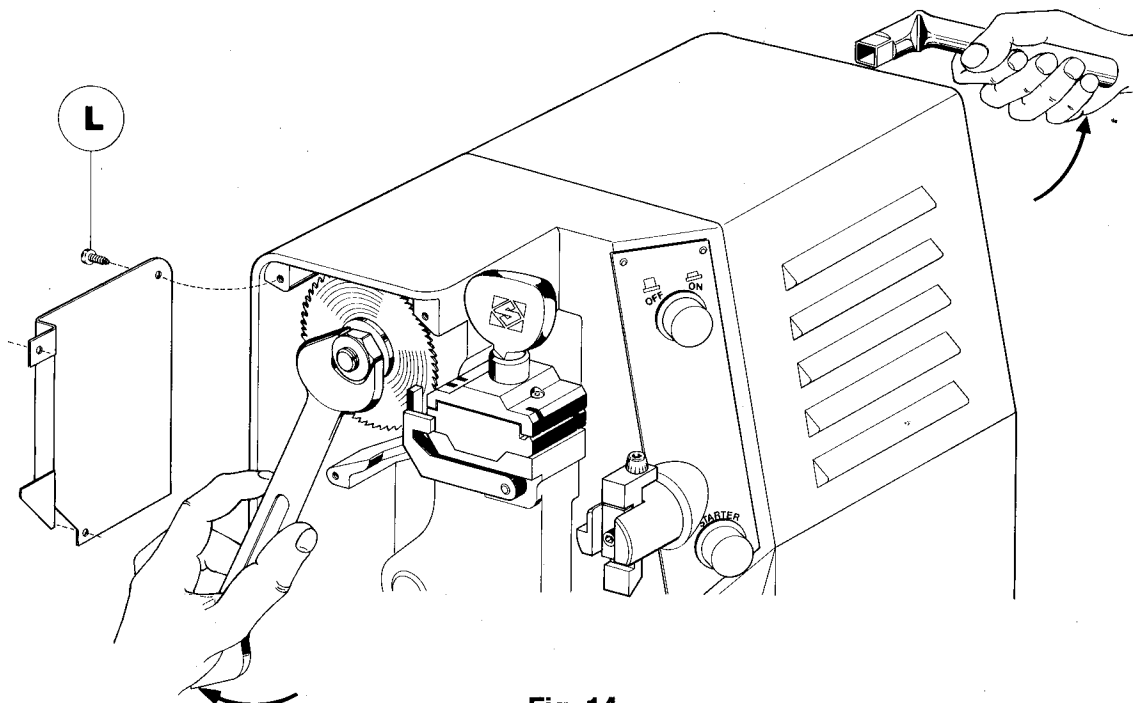

Fig. 14
Togliere le tre viti (L) (fig. 14) per rimuovere il carter fresa. Inserire nell'impasta dell'albero sul retro della macchina la chiave quadra (Cod. D301415ZZ) e con la chiave (Cod. D300783ZZ) svitare il dado che blocca la fresa.
Remove the three screws (L) (fig. 14) which hold the cutter's protective cover. Place the special wrench into the shaft housing on the back of the machine and use the spanner (code D300783ZZ) unscrew the nut, that lock the cutter.
Enlever les trois vis (L) (fig. 14) pour ôter le carter-fraise. Introduire la clé (cod. D301415ZZ) dans le volet de l'arbre sur la partie postérieure de la machine et dévisser l'écrou qui bloque la fraise à l'aide de la clé (cod. D300783ZZ).
Die drei Schrauben (L) (Abb. 14) entfernen und Schutzblech abnehmen. Schraubenschlüssel (Cod. D301415ZZ) in den hinteren Teil der Fräserwelle einsetzen und mit dem Schlüssel (Cod. D300783ZZ) die Schraubenmutter entfernen, die festhalten das Fräsen.
Destornillar los tres tornillos (L) (fig. 14) que fijan el carter de protección de la fresa y sacarlo. Introducir la llave cuadra (Cod. D301415ZZ) en el alojamiento del árbol ubicando en el dorso de la máquina y con la llave (Cod. D300783ZZ) destornillar la tuerca, que intencionalmente bloca la fresa.